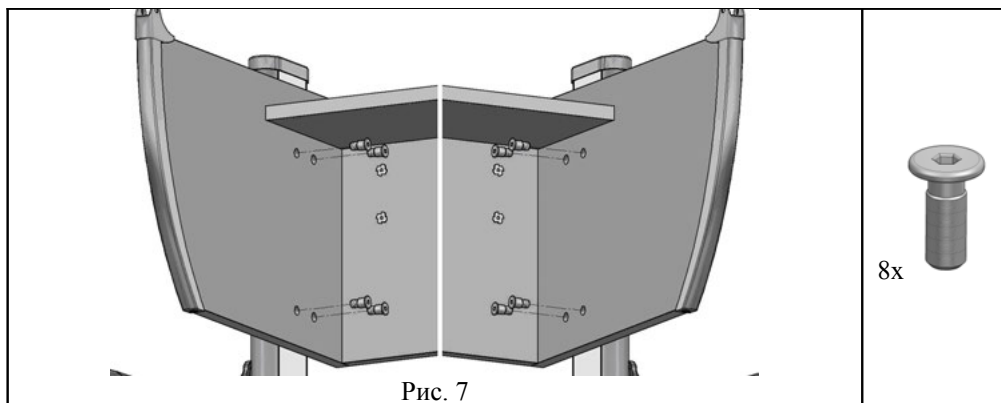

Рис. 7
4.3.3. Ввернуть и затянуть винт специальный (поз. 7, Пакет № 32) в стойки левую и правую согласно рис. 7.